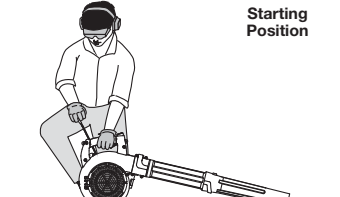

Fig. 16
AVERTISSEMENT : Évitez les démarrages accidentels. Soyez en position de démarrage lorsque vous tirez sur le cordon de démarrage (Fig. 16). Afin d'éviter les blessures graves, l'utilisateur et l'appareil doivent être sur un sol ferme lors du démarrage.
- Ne pas presser sur la gâchette.** Placez-vous en position de démarrage (Fig. 16). Tirez sur la corde du démarreur 5 fois dans un mouvement contrôlé.
- Ne pas presser sur la gâchette.** Placez-vous en position de démarrage (Fig. 16). Tirez sur la corde du démarreur 3 à 5 fois de suite dans un mouvement contrôlé de démarrer le moteur.
- Accroupissez-vous en position de démarrage (Fig. 16). Insérez le démarreur électrique ou l'accessoire Power Start Bit™ dans le port du démarreur électrique ou de l'accessoire Power Start Bit™ dans le côté de l'appareil (Fig. 33). Consultez la section *Utilisation* du manuel de l'utilisateur du démarreur électrique ou de l'accessoire Power Start Bit™.